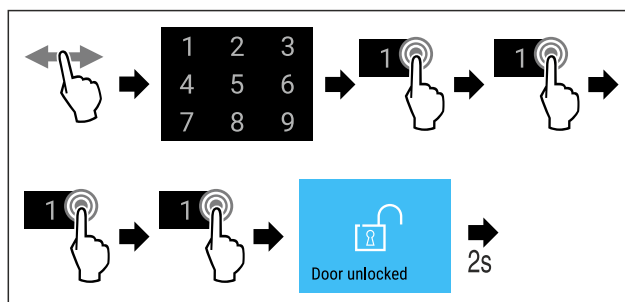

Fig. 77 Lås døren med dørkode 1 1 1 1.
- ▶ Følg anvisningene (se Fig. 77).